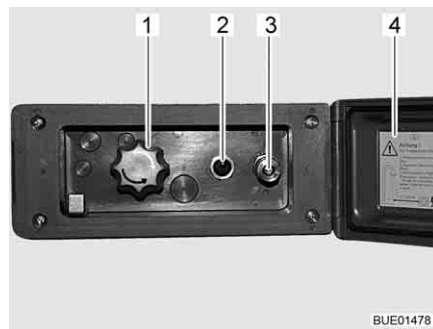

Bild 105 Duschanschluss außen
- Deckel (Bild 105,4) entriegeln und öffnen.
- Schlauch der Außendusche am Schnellverschluss (Bild 105,3) anschließen.
- Wasserpumpe mit Schalter (Bild 105,2) einschalten.
- Wassertemperatur mit Drehknopf (Bild 105,1) nach Wunsch einstellen.
- Wasserpumpe mit Schalter (Bild 105,2) ausschalten.
- Deckel (Bild 105,4) schließen und mit Schlüssel verriegeln.
- Drehknopf (Bild 105,1) auf Mittelstellung stellen.